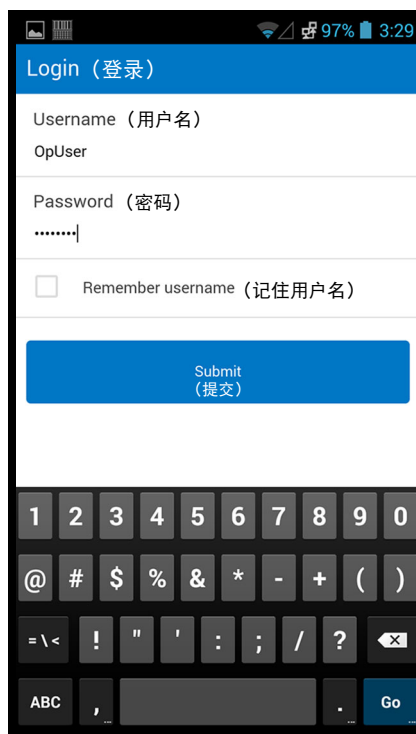
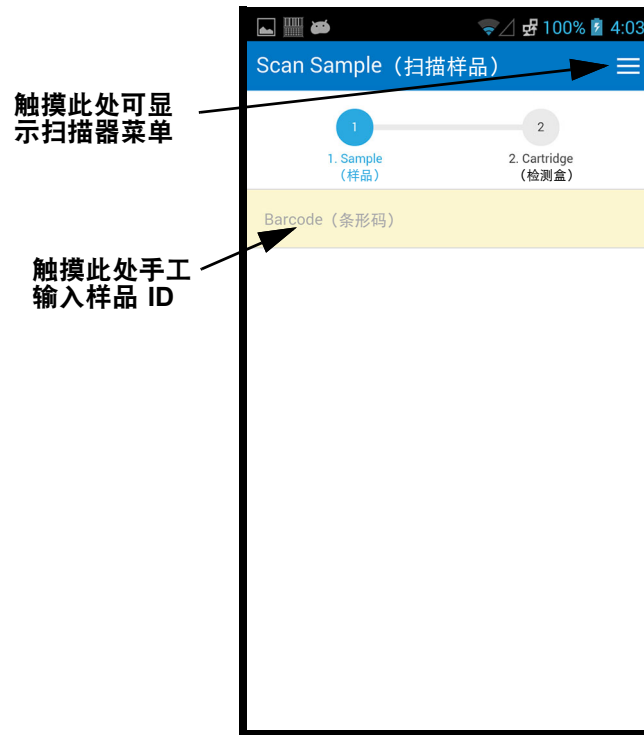

图 5-190. Cepheid Link 扫描器登录 (Cepheid Link Scanner Login) 屏幕
图 5-191. Cepheid Link 扫描样品屏幕
3. 使用分配给您的用户名和密码登录到 Cepheid Link 扫描器（见图 5-190）。扫描样品 (Scan Sample) 屏幕将会显示。请参见图 5-191。
- 1) 触摸屏幕的**条形码 (Barcode)** 区域（见图 5-191）。键盘将显示一个小键盘（见图 5-194），以便手动输入样品 ID。
- 如果检测盒无法成功与样品配对，错误（红色的X）屏幕会与错误消息一起显示（见图 5-197 作为例子）。触摸**确定 (OK)** 按钮返回到扫描检测盒 (Scan Cartridge) 屏幕。扫描器将返回到扫描样品 (Scan Sample) 屏幕（见图 5-191）。
- 扫描器会显示确认 (Confirmation) 屏幕（见图 5-199）。如果不需要等份试样，如果确认 (Confirmation) 已启用，会返回到扫描样品 (Scan Sample) 屏幕（见图 5-191）。
- 触摸**重新开始 (Start Over)**，就会不扫描等份试样，但会返回到扫描样品 (Scan Sample) 屏幕。请参见图 5-191。触摸**重新开始 (Start Over)** 按钮之后，确认 (Confirmation) 屏幕将被显示出来。
- 如果检测法设置了等份试样，但样品还没有被分成等份试样，触摸**跳过 (Skip)** 以跳过扫描等份试样步骤。扫描器会显示确认 (Confirmation) 屏幕（见图 5-199）。如果不需要等份试样，如果确认 (Confirmation) 已启用，会返回到扫描样品 (Scan Sample) 屏幕（见图 5-191）。
7. （可选的）扫描器会显示确认 (Confirmation) 屏幕（见图 5-199）（如果启用），或回归到扫描样品 (Scan Sample) 屏幕（见图 5-191）。
8. 如果显示确认 (Confirmation) 屏幕，触摸**重新开始 (Start Over)** 以进入扫描样品 (Scan Sample) 屏幕。请参见图 5-191。
10. 当所有样品和检测盒已扫描，登出Cepheid Link。通过触摸下拉菜单中的菜单图标进入扫描器菜单（见**图 5-191**）。将显示扫描器菜单。请参见**图 5-200**。
12. 在登出对话框中，触摸 **确定 (OK)** 以登出扫描器（见 **图 5-201**）。扫描器登录 (Login) 屏幕将被显示出来。请参见**图 5-190**。